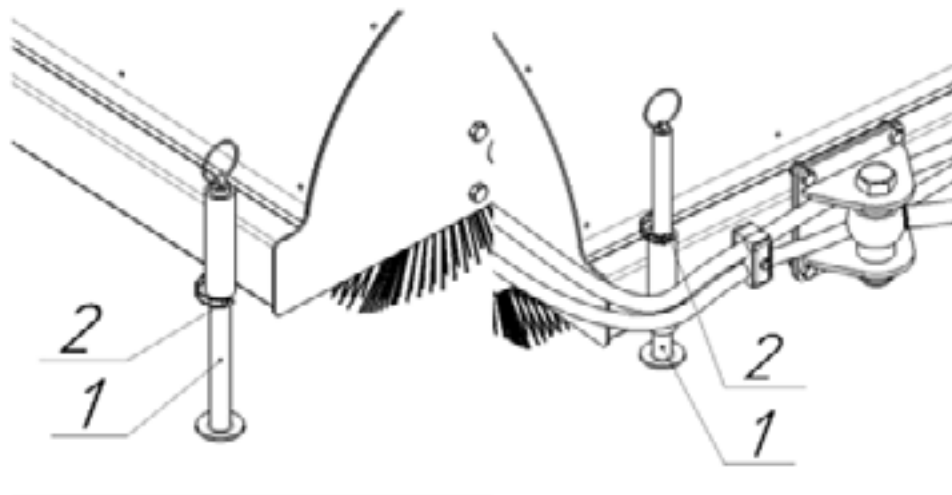

Рисунок 11 – Перемещение опорных стоек
- Извлеките фиксаторы в опорных стойках (Рис.11). Переместите опорные стойки вдоль направляющих в крайнее верхнее положение. Зафиксируйте опорные стойки фиксаторами в крайнем верхнем положении.